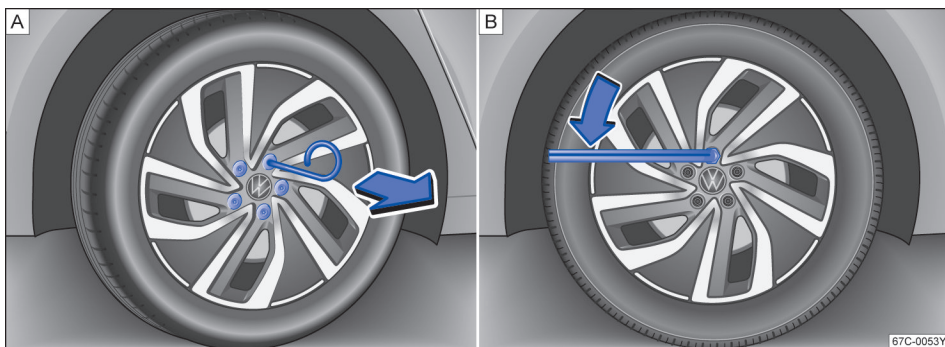

图 138 A. 从车轮螺栓上拔下盖罩；B. 更换车轮：松开车轮螺栓
- 将钢丝钩穿过开口插入盖罩内→图 138 [A]，然后沿箭头方向将其拔下。
- 将车轮扳手套到车轮螺栓上，然后推到限位位置→图 138 [B]。